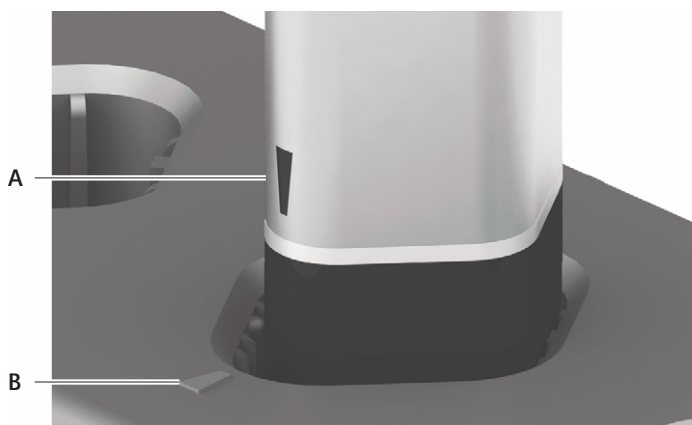

Fig. 1 Sätt batteriet i laddningsfacket
- Placera batterier med kontakterna nedåt på ett sådant sätt i laddningsfacken att markeringen **A** på batteriet överensstämmer med markeringen **B** på laddaren, se Fig. 1.